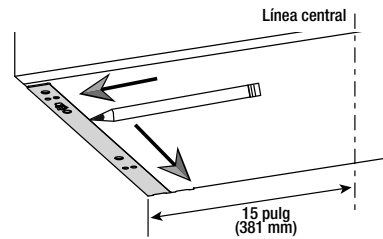

Fig. 16-1
- Alinee el soporte contra el borde lateral de la alacena de 30 pulgadas (762 mm) y de la pared posterior. Dibuje una línea a lo largo del borde interior del soporte, como se muestra en la fig. 16-1.